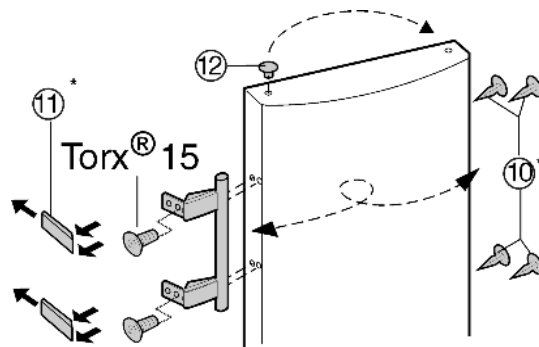

Fig. 9
- ▶ Vyjměte zátky Fig. 9 (12) z pouzdra ložisek dveří a přemístěte je.
- ▶ Odmontujte kliku dveří, zátky Fig. 9 (10) a krycí destičky Fig. 9 (11) a nasadte na druhou stranu.